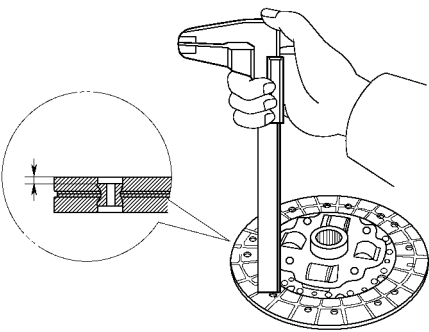

图 9-9 测量铆钉头的深度
(1) 检查离合器盘是否有磨损或损坏。使用游标卡尺，测量铆钉头的深度，如图 9-9 所示。